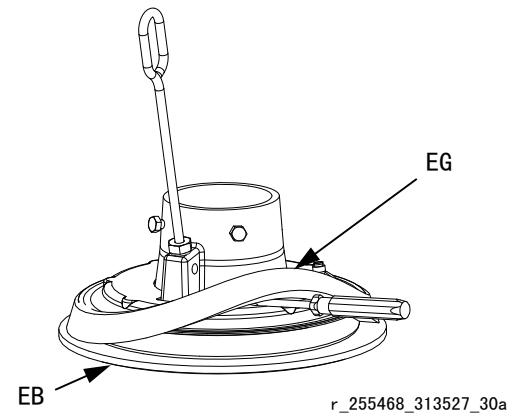

图 11
1. 从底部开始操作，使用螺丝刀撬松隔圈（EG）。使隔圈朝上慢慢移出压盘法兰。参见图 11。